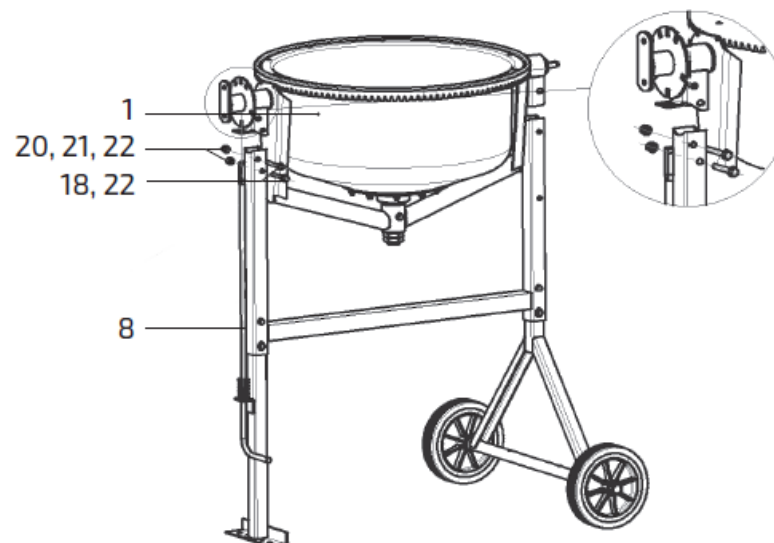

Рис. 7. Установка основания
4. Установку основания (1) удобнее выполнять вдвоем. Устанавливаем на раму в сборе с опорой левой и правой основание (1). При этом устанавливаем фиксатор (8) в паз опоры основания, совмещаем отверстия в основании и раме. В совмещенные отверстия со стороны фиксатора (8) установить два болта (18). В сборе с шайбой (22), с другой стороны установить шайбы (22, 21), завернуть гайки (20) (рис. 7).